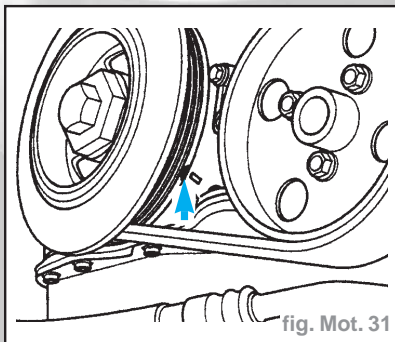

fig. Mot. 31
- Amener le vilebrequin au repère de PMH du cylindre 1 en le tournant dans le sens de rotation du moteur par la vis de fixation de l'amortisseur de vibrations (fig Mot. 31).
- amener le vilebrequin au repère de PMH du cylindre 1 en le tournant dans le sens de rotation du moteur par la vis de fixation de l'amortisseur de vibrations (fig Mot. 31).